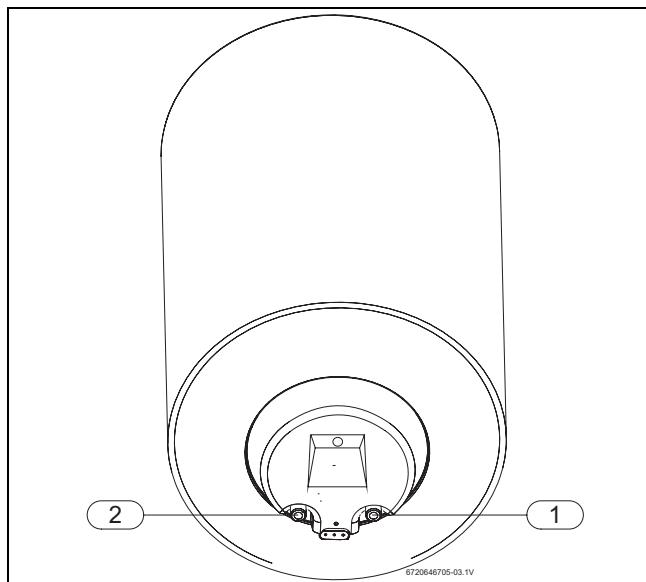

Fig. 6
- Identificar a tubagem de água fria e de água quente, de forma a evitar uma possível troca (→ Fig. 6).